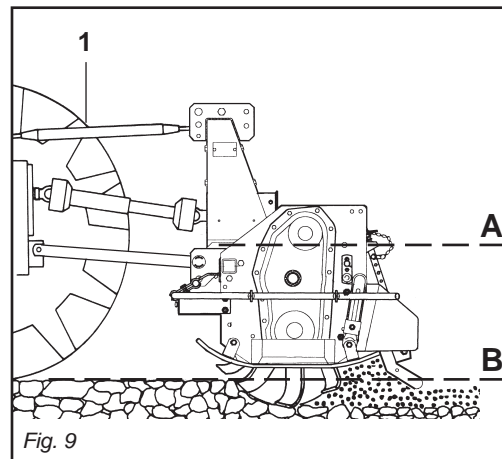

Fig. 9
- 4) Collegare il terzo punto superiore ed effettuare una corretta regolazione con il tirante (1 Fig. 9) verificando che il piano superiore della macchina (A Fig. 9) risulti parallelo al piano terra (B Fig. 9).
- 4) Connect the upper third-point and correctly regulate by means of the adjuster (1 Fig. 9), checking that the upper surface of the machine (A Fig. 9) is parallel to the ground (B Fig. 9). This is very important since it achieves parallelism between the axis of the machine and that of the tractor pto. When the implement operates in these conditions, there will be less stress on the pto itself while the cardan shaft and implement will be much less subject to wear.
- 4) Reliez le troisième point supérieur et réglez correctement à l'aide du tirant (1 Fig. 9).
Assurez-vous que le plan supérieur de la machine (A Fig. 9) soit pratiquement parallèle au terrain (B Fig. 9).
- 4) Den oberen Kupplungspunkt anschließen und den oberen Lenker (1 Abb. 9) korrekt einstellen. Sicherstellen, daß die obere Haubenkante der Maschine (A Abb. 9) parallel zum Boden (B Abb. 9) steht.
- 4) Conectar el tercer punto superior y efectuar una correcta regulación con el tirante de regulación (1 Fig. 9) controlando que el plano superior de la máquina (A Fig. 9) resulte paralelo al plano al nivel del suelo (B Fig. 9). Esto es muy importante para obtener paralelismo entre el eje de la máquina y el eje de la toma de fuerza del tractor. Esto permite limitar los esfuerzos sobre la toma de fuerza misma y hacer durar el árbol cardánico y la máquina misma.